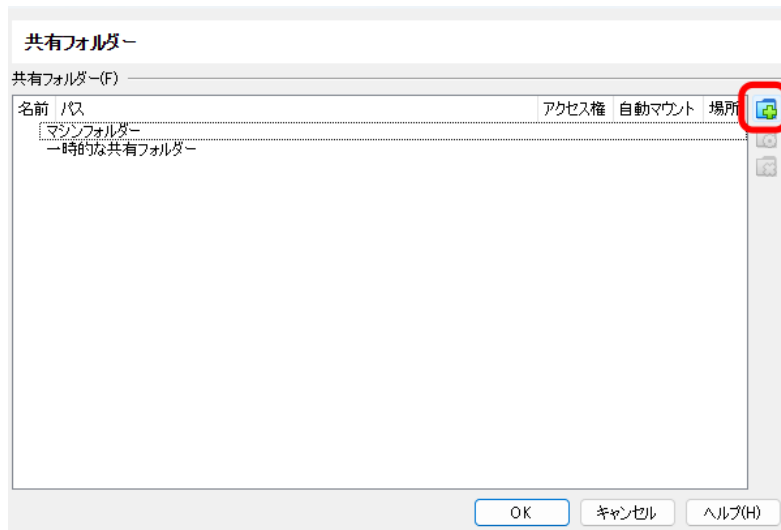

図 5.8 共有フォルダー設定
2. 「図 5.8. 共有フォルダー設定」 の赤枠で示したアイコンをクリックします。